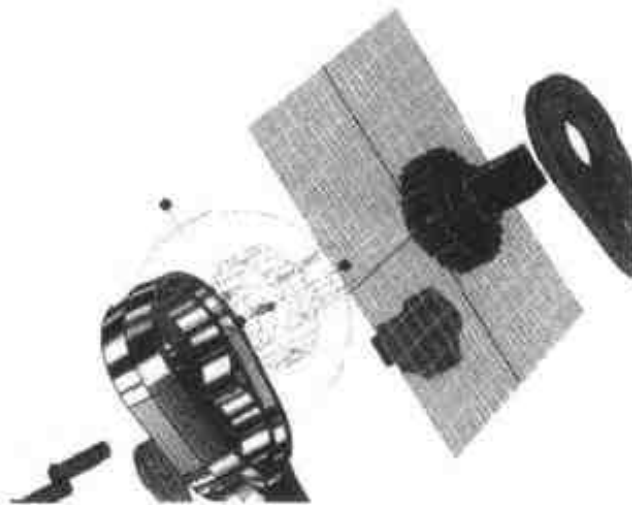

图 5.27 移动轨迹末点
- (7) 棘轮最后的装配位置在主体的壳体内部，所以必须将轨迹末端移到主体的内部。打开【三维球】，选择与棘轮高度线相对应的一维手柄，拖动它向主体移动，结果如图 5.27 所示。